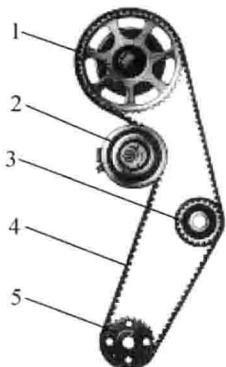
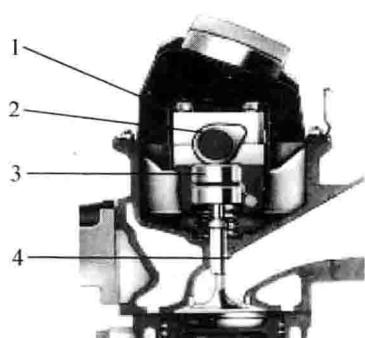

图 1-21 配气齿轮组件
图 1-22 凸轮轴与气门组件
- (3) 用专用工具旋转张紧轮 2(图 1-21),拆卸发动机的正时齿形带 4。
- (4) 拆卸曲轴齿形带轮 5、曲轴链轮、水泵齿轮带轮 3、张紧轮 2 和凸轮轴正时齿形带轮 1,拆下齿形皮带后防护罩。
(5) 旋松凸轮轴 2(图 1-22)的轴承座盖 1 的固定螺钉,拆卸凸轮轴轴承座盖,取下凸轮轴和气门挺柱 3。